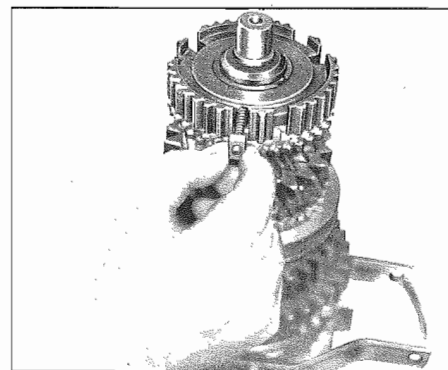
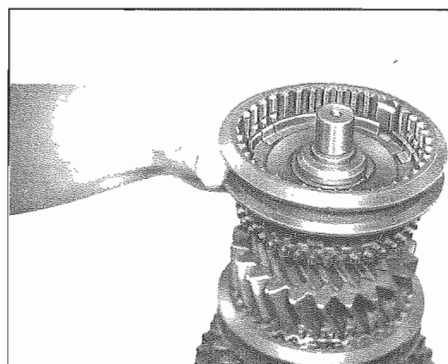

Fig. 37 - Gruppi Sets
Fig. 38 - Manicotto sincronizzatore Synchronizer
- Montare i particolari del sincronizzatore (Fig. 37) ed il manicotto sincronizzatore (Fig. 38) come descritto a pag. 8-10.
- Mount synchronizing member (Fig. 37) and sliding sleeve (Fig. 38) as described at page 8-10.